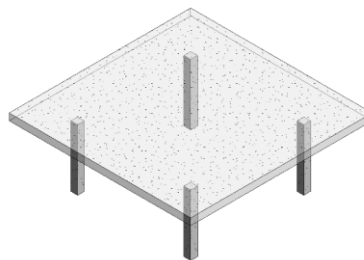

Figura 16 Forjado de losa maciza
- ❑ **Forjados reticulares.** Son forjados que trabajan a flexión en dos direcciones, al igual que las losas macizas, pero se encuentran aligerados, formando estos aligeramientos nervios en dos direcciones. Estos nervios reciben las cargas y las transmiten directamente a los soportes, a través unas zonas macizas denominadas ábacos (ver Figura 16).